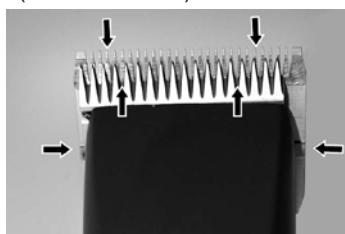

Fig. 22
For at opnå gode klipperesultater og forlænge klipperens holdbarhed er det nødvendigt at påføre et tyndt olielag mellem det øverste og nederste blad (Fig. 22).
- ▶ Smør bladene tilstrækkeligt under klipningen (mindst hvert 15. minut), så de ikke bliver tørre (Fig. 22).
Bladene skal smøre før, under og efter hver anvendelse. Når bladene på skære hovedet efterlader stribet eller kører med nedsat hastighed, betyder det, at de skal smøres igen. Påfør nogle få oiledråber foran og lateralt på klippebladene (se pile i Fig. 22). Tør overskydende olie væk med en blød, tør klud. Smøringssprays sørger ikke for tilstrækkelig smøring, men har en kølende effekt på bladene. Udskift øjeblikkeligt beskadigede eller kærvede blad for at undgå skader.